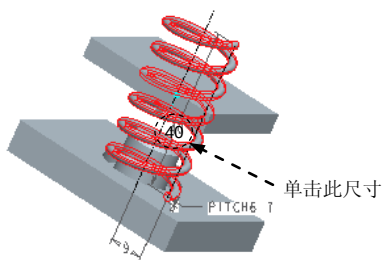

图 6.2.8 选取尺寸
Step2. 选取绘图区的弹簧零件模型，从菜单管理器中选择 **Specify (指定)** → **轮廓** → **Done (完成)** 命令，然后选取图 6.2.8 所示的尺寸“40”，并在“SPRING：可变项”对话框中单击一下。